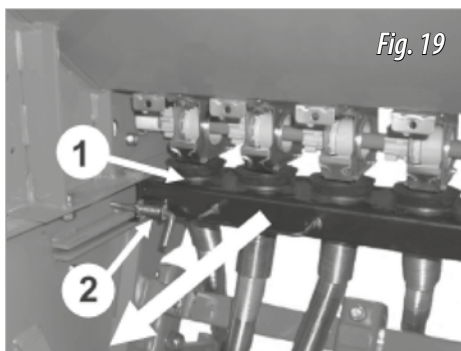

Fig. 19
1) Spostare verso avanti la barra portatubi di caduta (1, fig. 19) sganciando i perni di bloccaggio (2,fig. 19) che la fissano in posizione di lavoro, fino a che si si può collocare il vassoio.